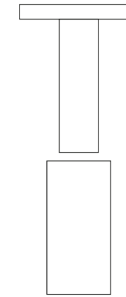

Abb.2
4. Garderobenstange ENIO über die Muffen stecken und die Gewindestifte in die vorgebohrten Löcher mit dem Inbusschlüssel handfest schrauben. (Abb.2 & 3)